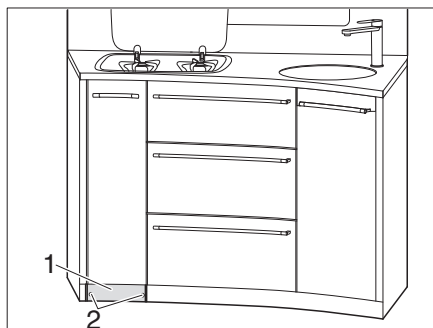

Fig. 131 Destornillar el zócalo
- Desatornillar 2 tornillos (Fig. 131,2) en el zócalo (Fig. 131,1).
- Retirar el zócalo (Fig. 131,1).